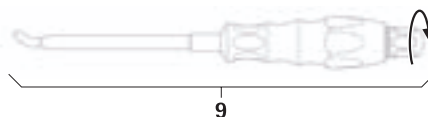

Fig. 15
- Montera stavinsättningsinstrument **9**, se Fig. 15.